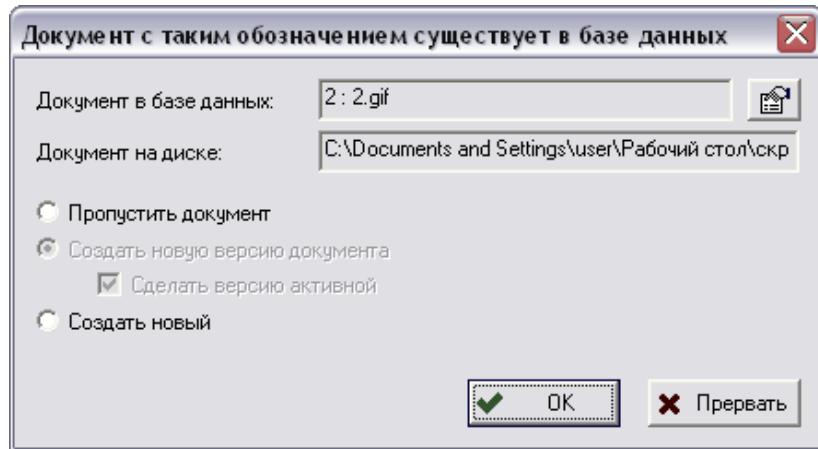

Рис. 135
При добавлении файлов с диска в БД формируются документы (учетные карточки документов), у которых обозначением является имя файла без расширения; наименованием – имя файла с расширением. Вид документа автоматически не устанавливается, поэтому необходимо задать его вручную. Для этого в контекстном меню документа выберите команду **Свойства**. После этого появится диалоговое окно **Документ** (Рис. 135).
Если в процессе добавления очередного файла документа его обозначение не будет уникальным в БД, то отобразится следующее диалоговое окно (Рис. 135).
Возможны три варианта обработки документа с неуникальным обозначением (Рис. 135):
- **Создать новый** – создание нового документа в БД. При этом после нажатия на кнопку **Ок** необходимо задать обозначение новому документу стандартным образом. Для изменения обозначения существующего в БД документа нажмите на кнопку справа от поля **Документ в базе данных** (Рис. 135). После этого появится диалоговое окно свойств документа, в котором необходимо указать новое обозначение.